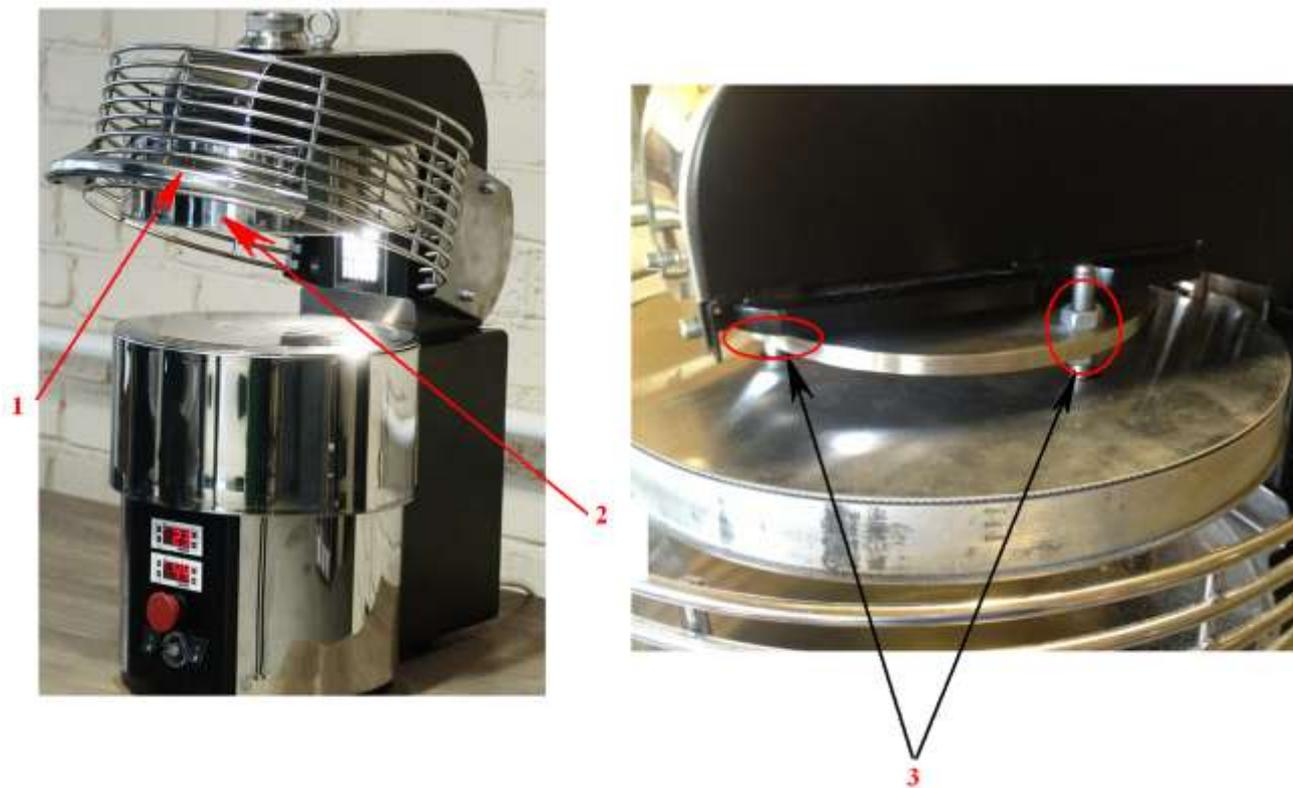

Рисунок 5
- снять верхний защитный колпак (2) см. рис. 5, аккуратно потянув его вверх;
- с помощью регулировочных гаек (3) настроить необходимое положение верхней рабочей поверхности относительно нижней.
- установить верхний защитный кожух (2);
- снять верхний защитный колпак (2) рис. 5, аккуратно потянув его вверх;
- ослабить нижние регулировочные гайки (3);
- включить пресс выключателем (6), при этом нижняя поверхность должна автоматически переместиться в нижнее положение.